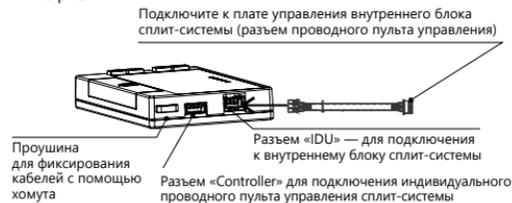

Рис. 1
2. Подключите адаптер к внутреннему блоку сплит-системы с помощью комплектного соединительного кабеля, как показано на рис. 1